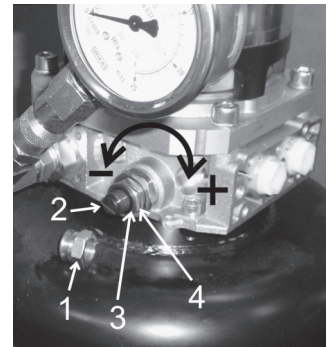

Fig: 3.1.a
Skulle belastningen på motorn eller cylindern öka extremt (exempelvis vid inrullning av genuan utan att släppa efter på skotet) ökar trycket i systemet. När det nått inställt värde öppnar tryckbegränsningsventilen och oljan pumpas direkt tillbaka till tanken. Ventilen kallas också systemtrycksventil eller arbetstrycksventil. På Fig: 3.1.a intill visas tryckbegränsningsventilens justerskruv (2) med täckmuttern (1) borttagen. Övriga detaljer på figuren är tätningsbricka (3) och låsmutter (4).